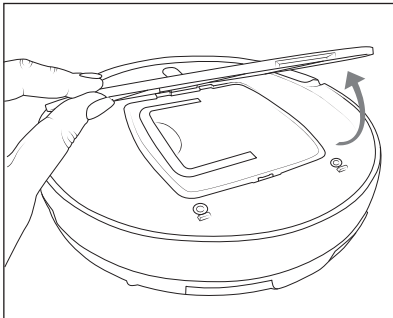

Abb. 5
- 1) Entfernen Sie die Abdeckung **13** des Staubbehälters **12** und ziehen Sie ihn am Henkel aus dem Gerät (siehe Abb.5 und 6).